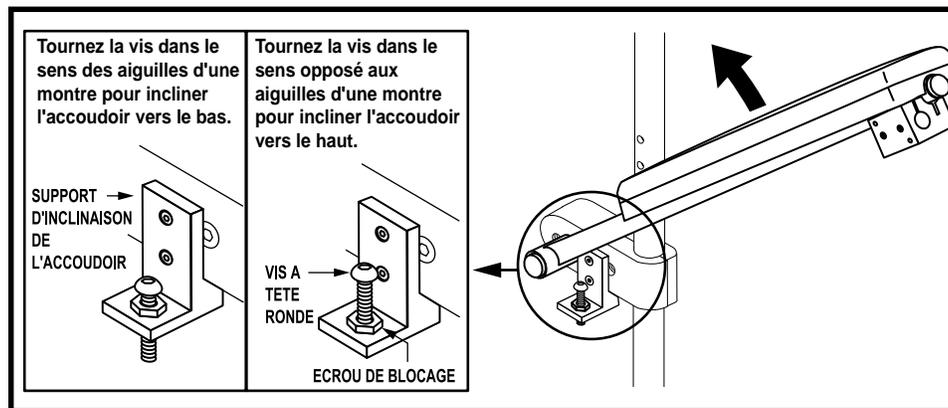

Figure 12. Réglage de l'inclinaison des accoudoirs relevables
2. Desserrez l'écrou de blocage situé sur le support de l'accoudoir. Voir la figure 12.
3. Serrez ou desserrez le boulon à tête bouton sur le support. Desserrez pour augmenter l'angle et serrez pour réduire l'angle de l'accoudoir. Voir figure 12.
4. Lorsque la vis est réglée pour l'inclinaison appropriée, resserrez l'écrou de blocage. Voir figure 12.
2. Desserrez l'écrou de blocage situé sur le support de l'accoudoir. Voir figure 12.
4. Retirez l'écrou et le boulon à tête bouton du support. Voir figure 12.
10. Réinstallez la vis à tête ronde dans la fixation de l'accoudoir et serrez-le, puis resserrez l'écrou de blocage. Voir la figure 12.